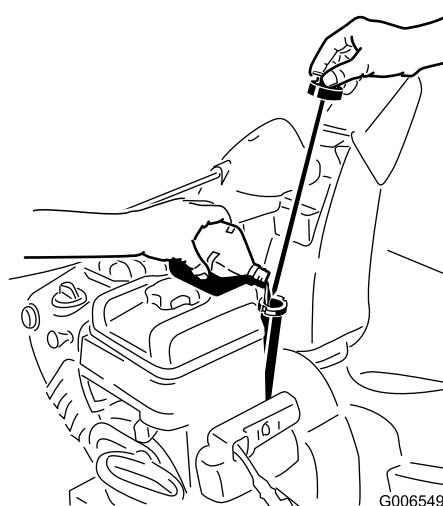

Рисунок 18
1. Выньте щуп для измерения уровня и **медленно** залейте масло в заправочную горловину так, чтобы уровень масла соответствовал метке Full (Полный) на щупе. **Не допускайте переполнения картера** (Рисунок 18).